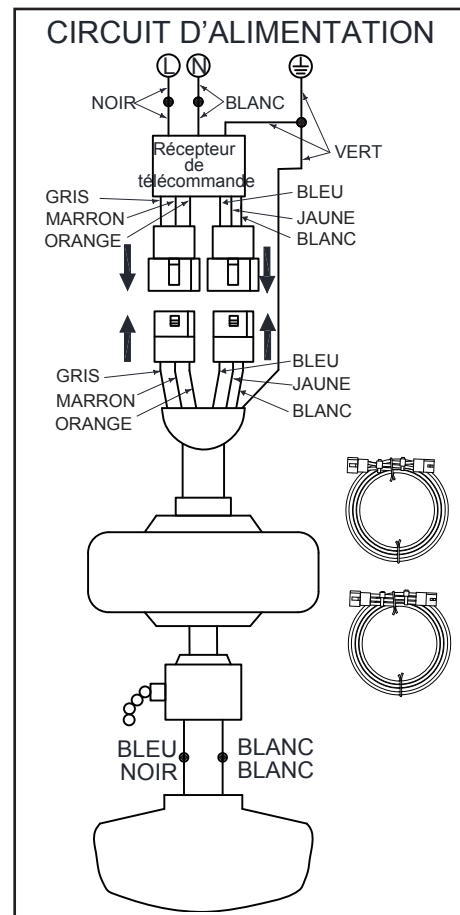

Figure 12
1. En cas d'utilisation de la boule de suspension de 15,24 cm fournie, câblez le récepteur sur les fils du ventilateur en raccordant ensemble les fiches d'adaptation moulées du récepteur et celles du moteur du ventilateur. (Figure 12)